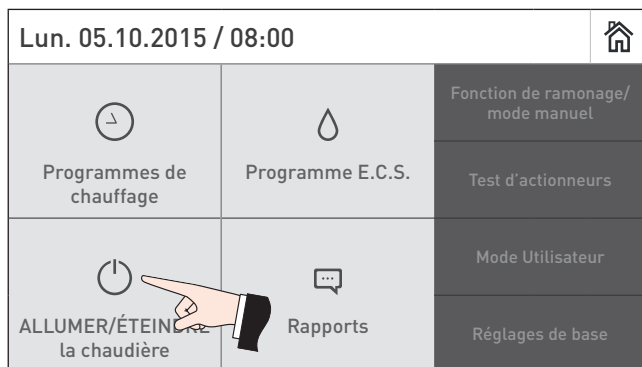

Fig. 3 Extinction de la BioWIN2 Plus
► Avant d'ouvrir la porte du revêtement, il est impératif d'éteindre la chaudière en appuyant sur la **touche MARCHE/ARRÊT** (voir Fig. 3) et de la laisser refroidir (pas d'affichage sur l'écran).